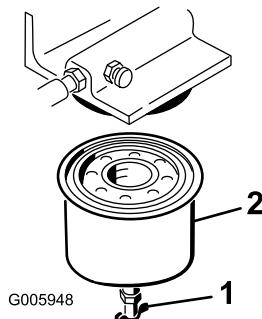

図 31
4. ドレンバルブ（図 31）を開き、出てくる燃料を容器に受けて適切に処分する。
3. フィルタレンチを使って燃料フィルタを外す（図 31）。